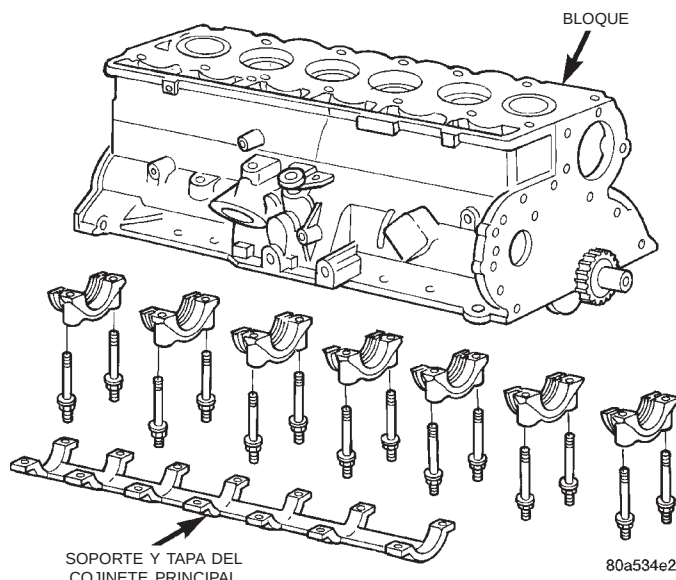

Fig. 53 Soporte y tapas del cojinete principal
(1) Retire la tapa de la culata de cilindros del motor.
(2) Retire los balancines de válvula, los puentes y los pivotes.
(3) Retire las varillas empujadoras.
(4) Retire la culata de cilindros del motor.
(5) Coloque los pistones, uno a cada vez, cerca del punto inferior de la carrera. Con un escariador de rebordes, elimine el reborde del extremo superior de las paredes del cilindro. Utilice un paño protector para recoger los cortes.
(6) Eleve el vehículo.
(7) Drene el aceite del motor.
(8) Retire el colector de aceite y la junta.
(9) Retire el soporte de la tapa del cojinete principal (Fig. 53).
(11) Instale el soporte de tapa del cojinete principal (Fig. 53). Apriete las tuercas con una torsión de 47 N·m (35 lbs. pie).
(12) Instale el colector de aceite y las juntas siguiendo las instrucciones de instalación.
(13) Baje el vehículo.
(14) Instale la culata de cilindros del motor, las bielas, los balancines, los puentes, los pivotes y la tapa de la culata de cilindros del motor.
(15) Llene el cárter con aceite de motor.